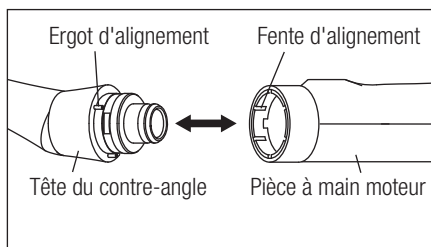

Fig. 2
- 2) Appuyez sur la tête du contre-angle jusqu'à ce que ses ergots d'alignement s'encliquettent dans les fentes d'alignement de la pièce à main moteur. La tête du contre-angle peut être orientée de 6 façons différentes. (Fig.2)